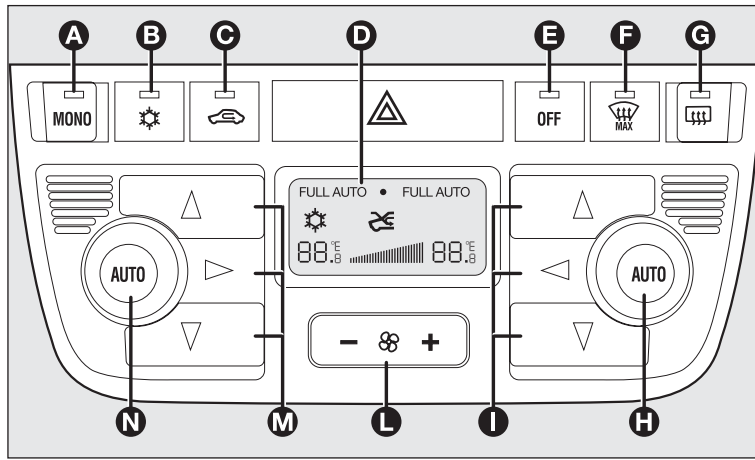

fig. 62
COMANDI fig. 62
Premendo il pulsante **MONO** si allinea automaticamente la temperatura e la distribuzione dell'aria lato passeggero anteriore a quella lato guidatore e pertanto si possono impostare le stesse temperature e distribuzione dell'aria tra le due zone ruotando la sola manopola lato guidatore. Questa funzione facilita la regolazione della temperatura dell'intero abitacolo in presenza del solo guidatore. Per tornare alla gestione separata delle temperature e della distribuzione dell'aria nelle due zone dell'abitacolo, è sufficiente ruotare la manopola **H-fig. 62** oppure premere nuovamente il pulsante **MONO A-fig. 62** quando il led sul pulsante è acceso.
- inserimento forzato (ricircolo aria sempre inserito), segnalato dall'accensione del led sul pulsante **C-fig. 62** e dal simbolo  sul display;